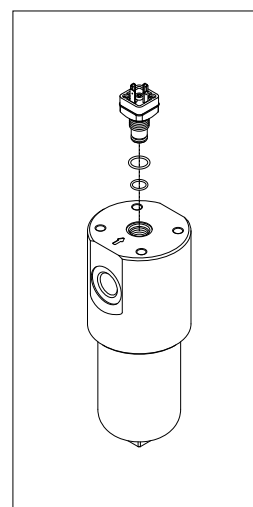

fig. 16
- (Fig. 16) Sostituire gli O-ring del corpo indicatore.